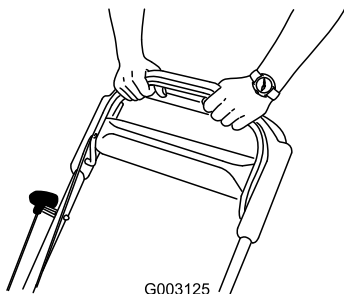

Figura 31
3. Sujete la barra de control de la cuchilla contra el manillar (Figura 31).